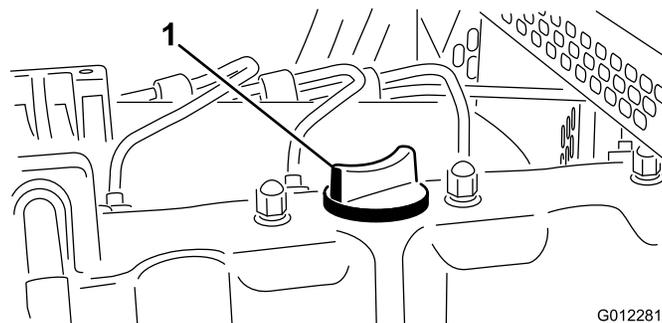

Figura 11
5. Si el nivel de aceite está por debajo de la marca Lleno, retire el tapón de llenado (Figura 11) y añada aceite hasta que el nivel llegue a la marca Lleno.